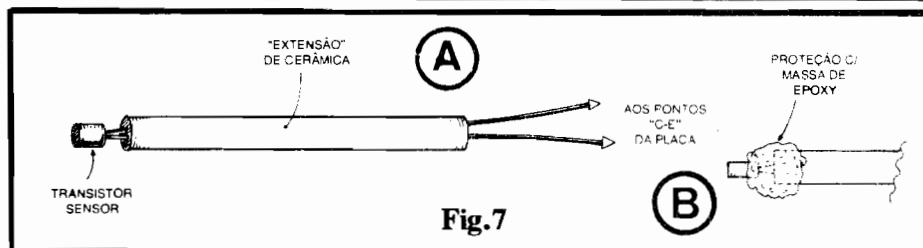

Fig. 7
- FIG. 7 - PROTEGENDO/INSTALANDO O SENSOR... - Para monitorações "secas", e que eventualmente envolvam Temperaturas mais ou menos elevadas (acima de 100°), será conveniente a instalação do sensor (transistor de germânio) na extremidade de uma "extensão" de cerâmica, na forma de um longo tarugo, fino, dotado de duas passagens internas independentes para os condutores que vão aos terminais de **coletor** e **emissor** do dito transistor... Outros implementos poderão tornar-se necessários, como buchas ou "espaguëtis" termo-resistentes (além de isoladores, eletricamente falando...), cabagem isolada em amianto, etc. Se a disposição sugerida for adotada, será bom fixar e vedar a região entre o transistor e a extremidade da "extensão" de cerâmica, com um pouco de massa de **epoxy** ("Durepoxy"), conforme vemos em 7-B.